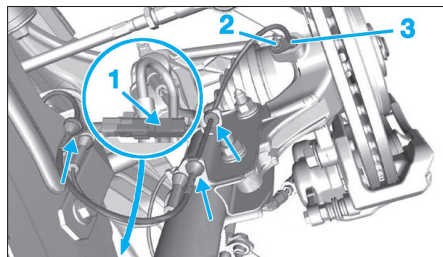

Fig. 24
- Débrancher le connecteur (1).
- Dégrafer le faisceau du capteur de roue avant (flèches) (Fig.24).
- Déposer la vis (2) puis le capteur de roue avant (3).